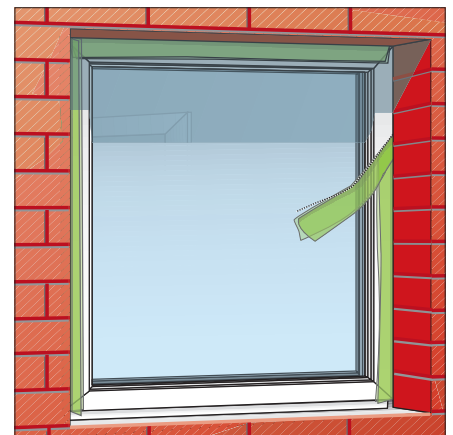

Bild 2: Zum gewünschten Zeitpunkt illbruck TP601 illmod a durch Abtrennen von Folie und Faden aktivieren.
- Nach der Montage wird durch Abtrennen der überstehenden Folie das Dichtband aktiviert (Bild 2).